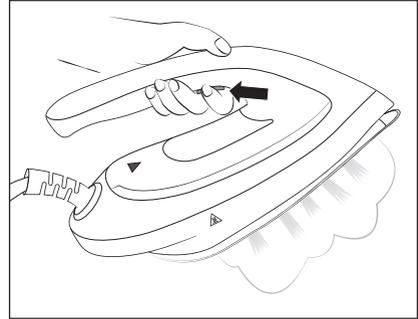

Fig. 5
- 1) Deje que la plancha de vapor ❶ se caliente hasta que el botón **MAX** ❷ o **ECO** ❸ se ilumine de forma permanente.
- 2) Retire la plancha de vapor ❶ de la base de apoyo ❷ y pulse el botón de chorro de vapor ❸ durante el planchado (consulte la fig. 5). El vapor saldrá por los orificios de salida de la suela de la plancha ❹.